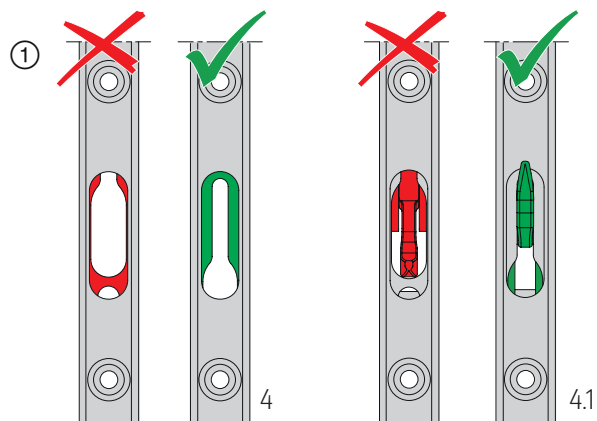

Abb. 21
① Getriebe 4/4.1 in Verschlussstellung (abgesenkte Position) bringen; siehe **Abb. 21** auf Seite 35.